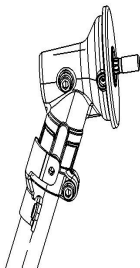
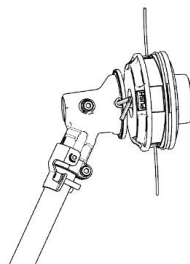

Fig.4
Fig.5
2. Faites tourner l'arbre d'entraînement jusqu'à ce que vous puissiez voir le trou à l'intérieur du côté du carter d'engrenage (Fig4), placez la clé Allen #1 à l'intérieur du trou intérieur et faites tourner la tête fil nylon sur l'arbre d'entraînement dans le sens inverse des aiguilles d'une montre, jusqu'à ce qu'elle soit suffisamment serrée. (Fig.5)